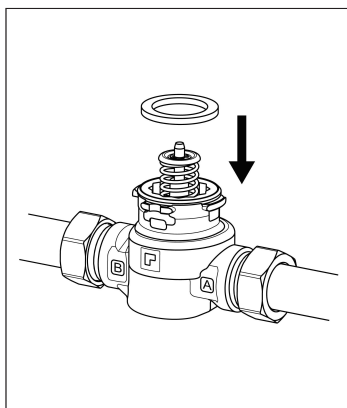

Fig. 3 Het plaatsen van de rubber ring op de afsluiter
1. Plaats de meegeleverde rubber ring op de daarvoor aangegeven plaats. (zie fig. 3)